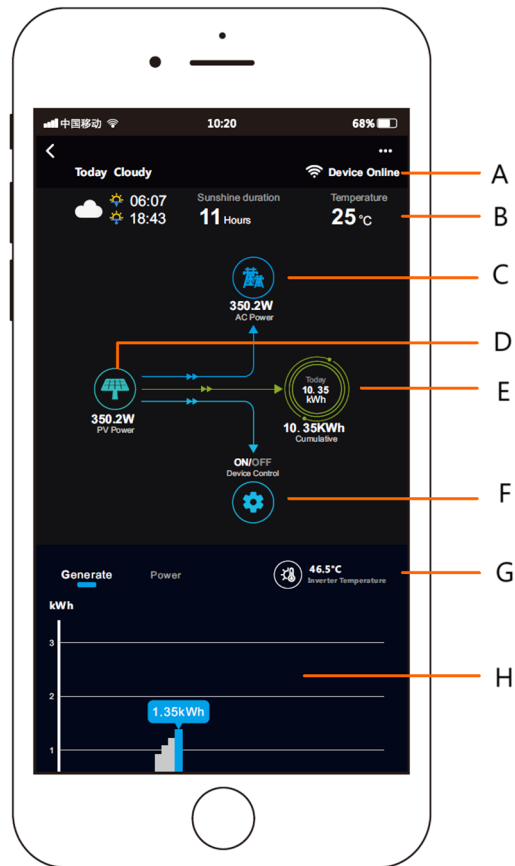

**Figura 3 Figura 4**
- 3) Quando viene visualizzata la Figura 3, inserisci la password Wi-Fi attualmente connessa al telefono cellulare e fai clic su Avanti.